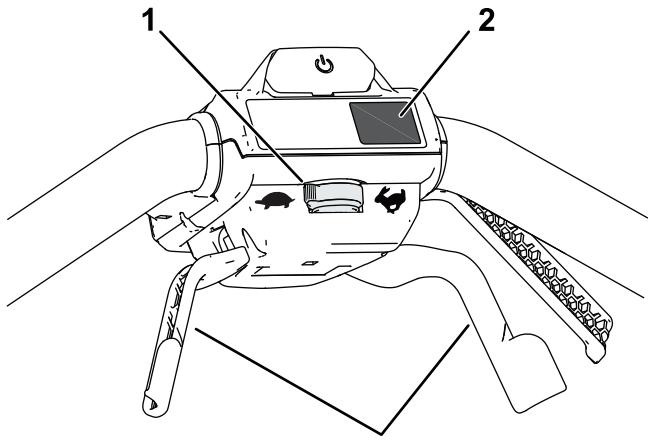

Figura 12
- Per regolare la velocità di movimento automatica, regolate il comando della velocità (Figura 12).
- Per innestare la trazione automatica, tirate le maniglie della trazione automatica verso la maniglia e mantenete la posizione (Figura 12).
Premete il pulsante MAX posto sotto il pulsante On per impostare la macchina alla velocità Max (Figura 12).